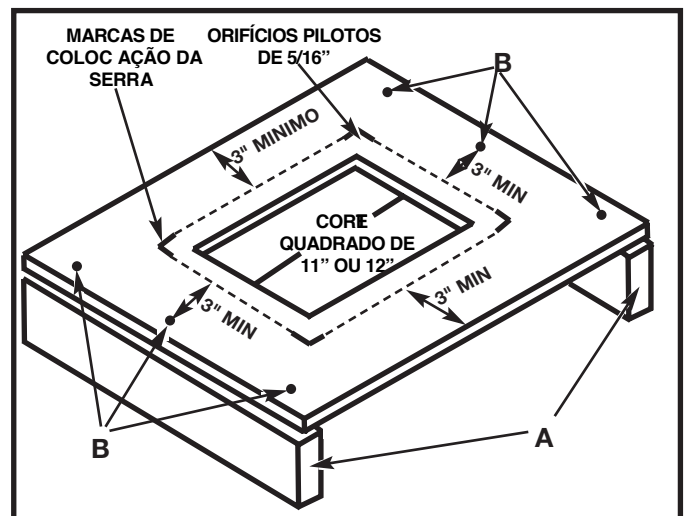

Fig. 4B
Você também pode construir um suporte elevado simples como demonstrado na Fig. 4B.
Enquadre a serra na superfície de suporte e marque o local para fazer os quatro orifícios de 5/16 de polegada (Fig. 4B), usando uma furadeira.
⚠ ADVERTÊNCIA CERTIFIQUE-SE QUE HAJA PELO MENOS 3" EM TODOS OS QUATRO LADOS DA BASE. Coloque a serra de lado e faça os orifícios nestas marcas. Localize e marque um quadrado de 11" ou 12" centralizado entre os quatro orifícios de montagem. Corte e retire o quadrado. (Fig. 4B).
Para elevar a superfície de suporte, meça dois 2x4s. (A) Fig. 4B para a largura dos dois lados opostos da superfície de suporte. Fixe a superfície de suporte às extremidades estreitas dos 2x4s (conforme Fig. 4B) usando parafusos para madeira (não fornecidos) em pelo menos três locais (B) Fig. 4B em cada lado